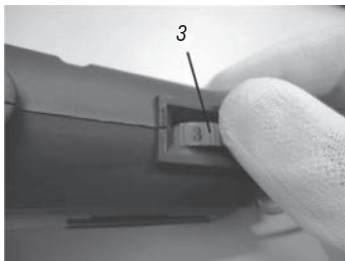

Fig. 4 – Variador de velocidad
Utilice el control de velocidad (3) para desbastar o cortar diversos materiales. Ajuste la velocidad de acuerdo a su necesidad. Observe la rotación y el tipo de material donde está siendo aplicado. Algunas operaciones requieren rotaciones más altas o más bajas, fig.4.